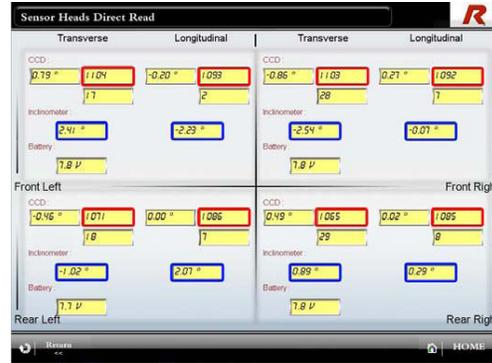

FIG 1.5
8. Los números que se encuentran en el interior de los recuadros **Azules** son para la nivelación de los sensores. Cada cabezal puede medir ambos ejes, el transversal y el longitudinal. El margen para estos valores es 0,00 + ó -0,1, de manera que si los valores están entre -0.10 y +0.10 son aceptables y no necesitan ser recalibrados. Por el contrario, si exceden esos valores se debe realizar la calibración con un inclinómetro. (vea fig 1.5)